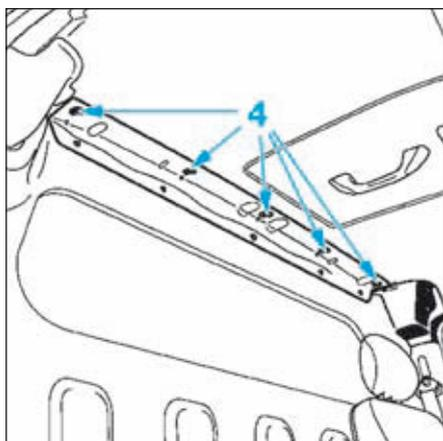

FIG.40
- Déposer les vis de fixation (4) (Fig.40) de la traverse supérieure, uniquement si le véhicule est équipé d'une cloison de séparation.